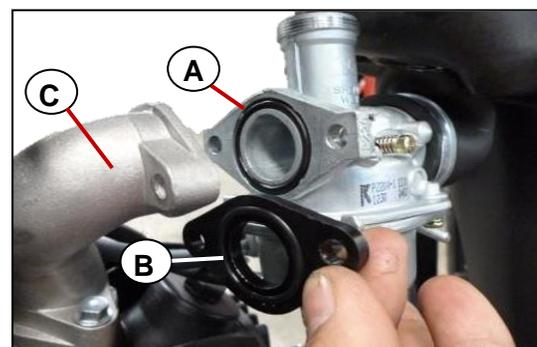

Fig. 8.46
- Al instalar el carburador, asegúrese que el O-ring **[A]** del carburador este instalado correctamente y que la baqueta del carburador quede con el O-ring **[B]** de frente al conector del carburador **[C]**. **Fig. 8.46**